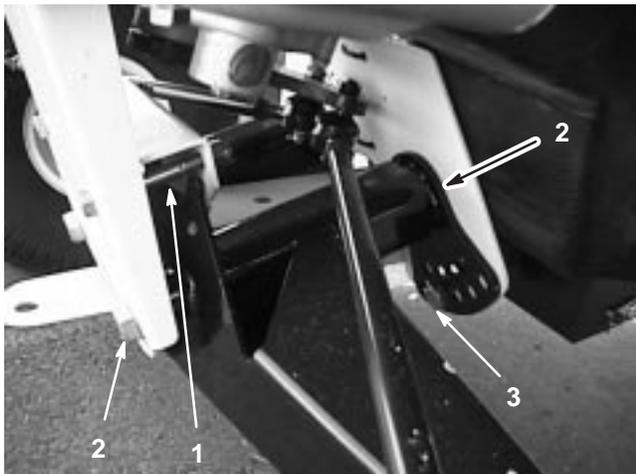

Figure 32
2. Enlevez le boulon limiteur de course (Fig. 32).
3. Desserrez les boulons de centrage du bras triangulé avant (Fig. 32).
4. Retirez le boulon de réglage de hauteur de caisse (Fig. 32).
5. Tournez le bras triangulé avant à la position voulue (voir la note ci-après), puis remettez en place le boulon de réglage de hauteur de caisse (Fig. 32).
7. Remettez le boulon limiteur de course (Fig. 32).